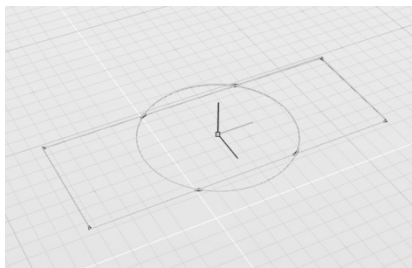

图 3-52 非相交曲线交切, 对齐至第一条选中曲线
2) 使用“交切曲线”工具, 选中两条曲线作为交切对象, 可见两条曲线自动向当前激活的平面方向投射, 并对齐到第一条选中曲线, 如图 3-52 所示。